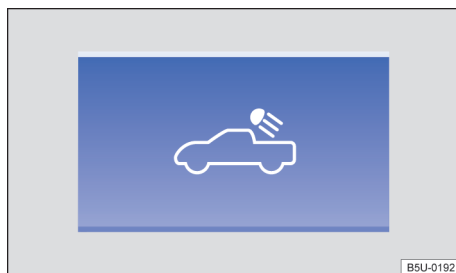

Fig. 66 En la consola central: tecla de iluminación del compartimento de carga.
- Para **conectar**: presionar la tecla → **fig. 66** en el panel de instrumentos.
- Para **desconectar**: presionar nuevamente la tecla → **fig. 66** en el panel de instrumentos, desactivar la luz de posición o conectar el encendido del vehículo.